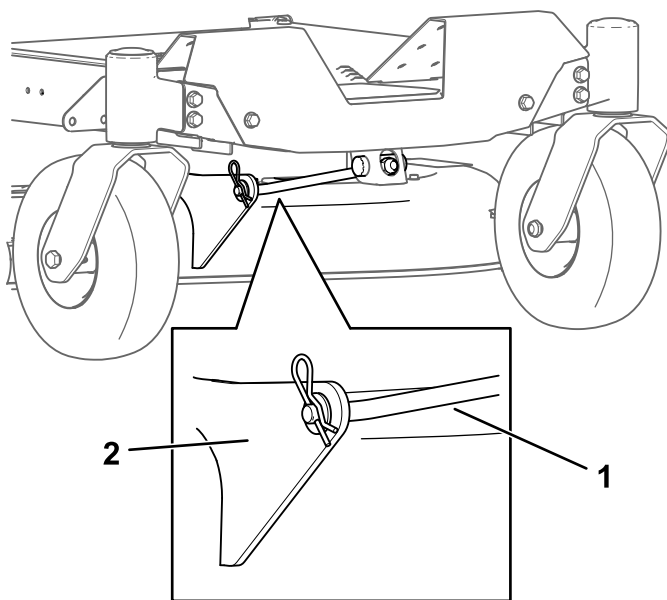

Figura 72
4. Remova o perno de gancho da barra de suporte da frente e remova a barra do suporte da plataforma (Figura 72).
8. Coloque a barra de suporte frontal na plataforma do cortador com o pino de segurança e perno de gancho (Figura 72).